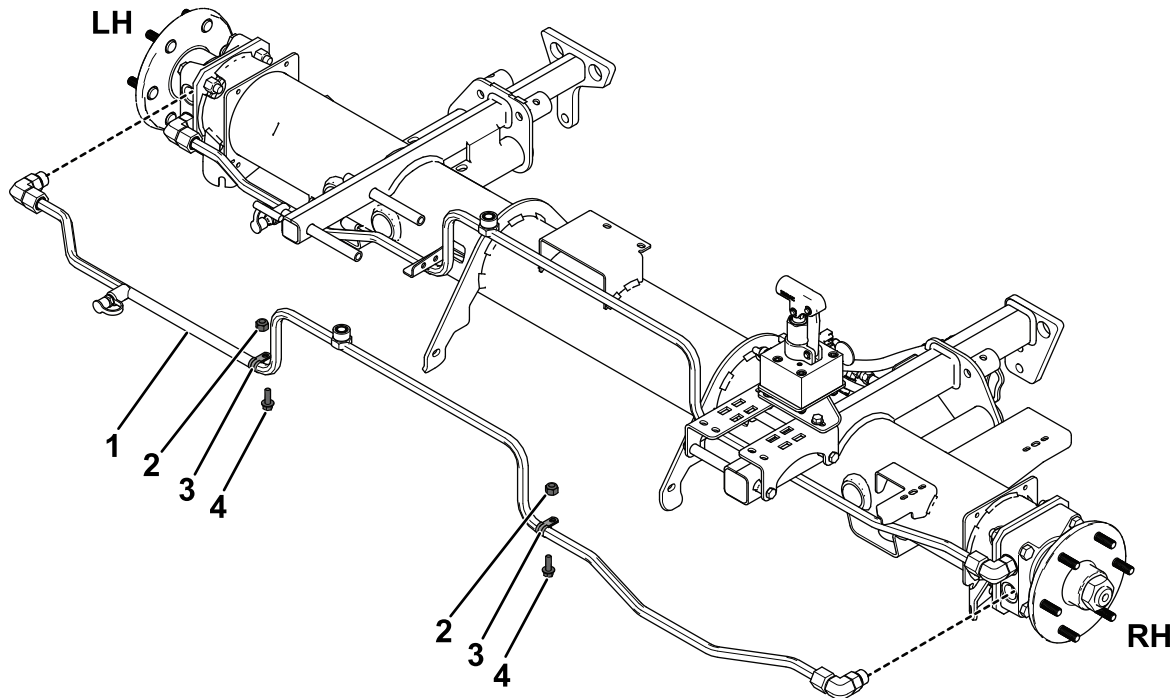

Figura 11
3. Desligue o tubo hidráulico do encaixe superior no motor da roda frontal esquerdo e o encaixe inferior no motor da roda frontal direito (Figura 11).
4. Remova os grampos em R fixando o tubo à estrutura (Figura 11) e as braçadeiras fixando os cabos do travão aos tubos hidráulicos.